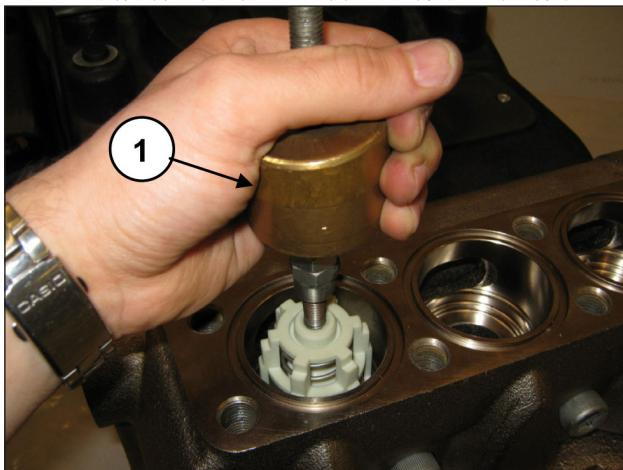

图 137
用一个锤头式提取器(代码27516400)作用在阀导承的M10孔上(位置①, 图 137), 或者用一个M10-M16适配器(代码25089700)作用在阀导承的M16螺纹上, 将排出阀组件取出。